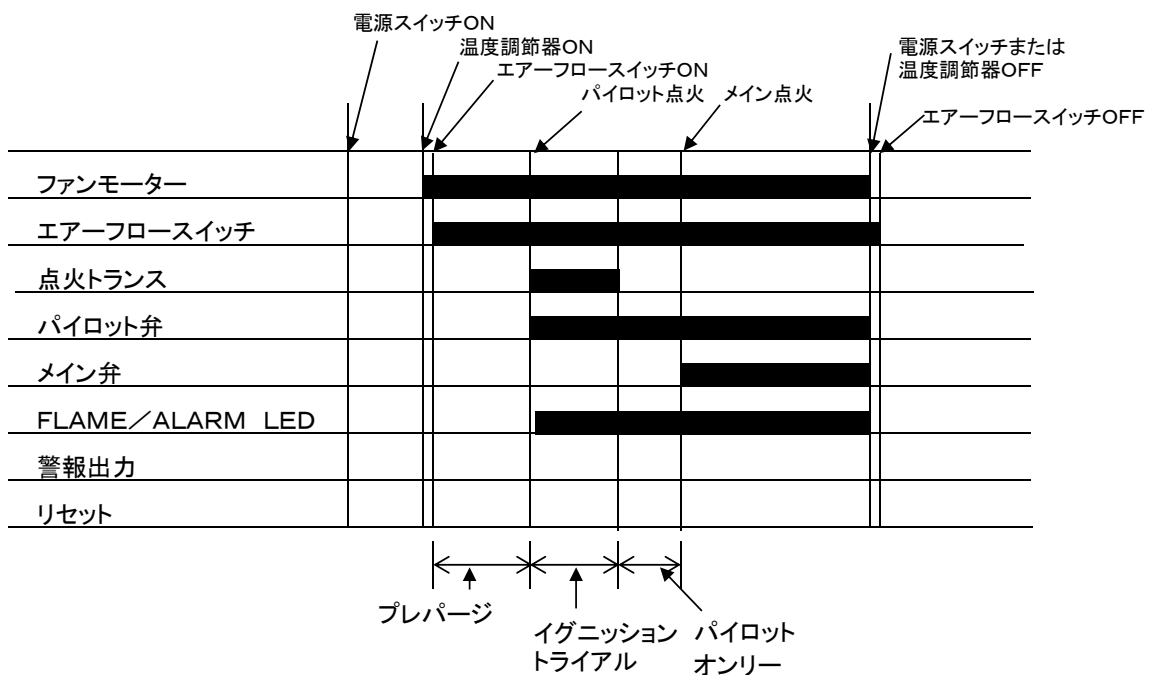

図14
1. 正常動作 (図14参照)
正常動作(図 14)の点火トランス動作停止、メイン弁”開”となつてから、正常燃焼中に異常消炎した場合、フレームレスポンス時間終了後、モーターは回転を停止し、パイロット弁とメイン弁は ”閉” になり、ロックアウトします。同時にFLAME/ALARM表示LEDが点滅し、警報を発します。また、表示LEDの点滅と警報はリセットするまで続きます。再起動するには、リセットボタンを押します。